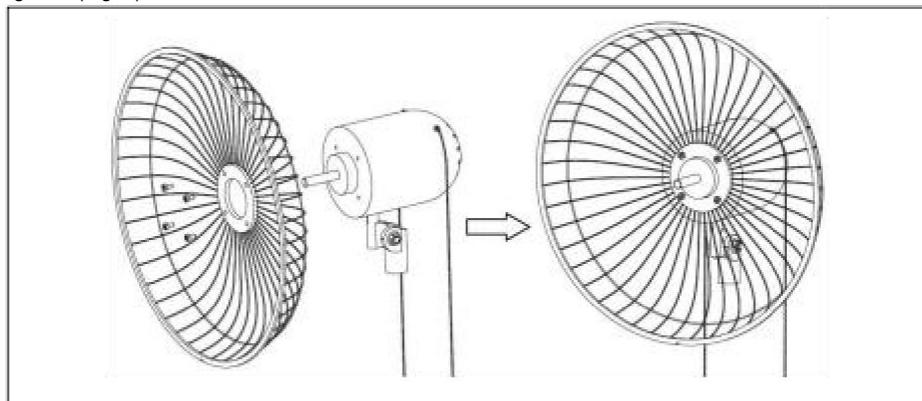

Fig.5.
1). Retire los tornillos de la rejilla del cabezal del motor. Luego, fije la parte trasera rejilla (12) en el cabezal del motor con el tornillo de la rejilla trasera (13) como se muestra en la diagrama (Fig.5.)